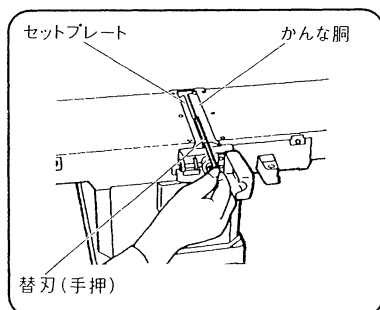

図 39
(4) 押え金をかなな胴にかなな刃取付け用ボルト 4 本で片締めします。
(5) かなな胴の裏刃部が上側になるようにかなな胴をまわし固定します。
(6) かなな胴とセットプレートの間に替刃 (手押) を入れます。(図 39)